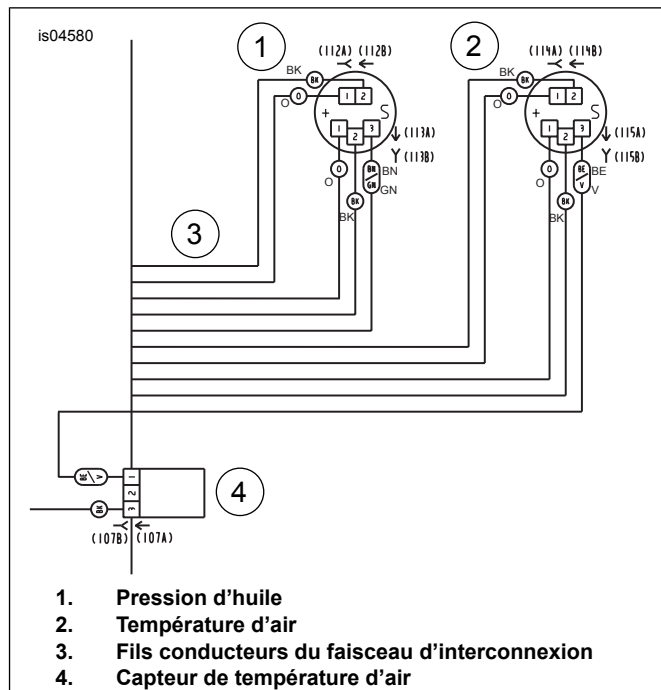

Figure 8. Diagramme de câblage
7. Voir Figure 8. Se reporter aux couleurs des fils sur le diagramme pour localiser les connecteurs de faisceau de fils d'interconnexion 112, 113, 114, 115 et 107. Brancher les connecteurs de faisceau de fils d'interconnexion sur les jauges et le capteur tel qu'illustré sur le diagramme.